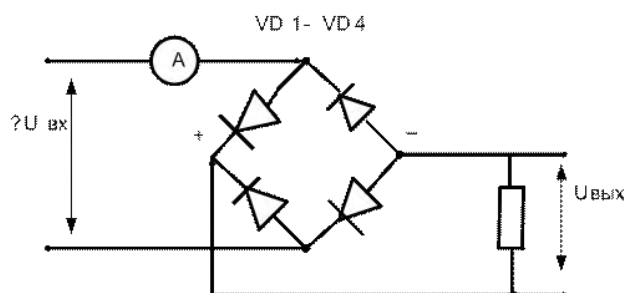

Рис.2 – Схема двухполупериодного выпрямителя.
6. Собрать схему двухполупериодного выпрямителя (рис. 2) и зарисовать с экрана осциллографа форму выпрямленного тока, в табл. 2 записать показания приборов при нагрузке выпрямителя $R_{нагр}$.